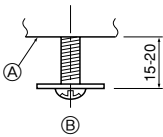

Fig. 5-5
5.4.1. 准备 (Fig. 5-5)
- 如图所示，用垫片②将两枚附带的螺钉旋入主机（在排水管的角位和另一端的角位）。